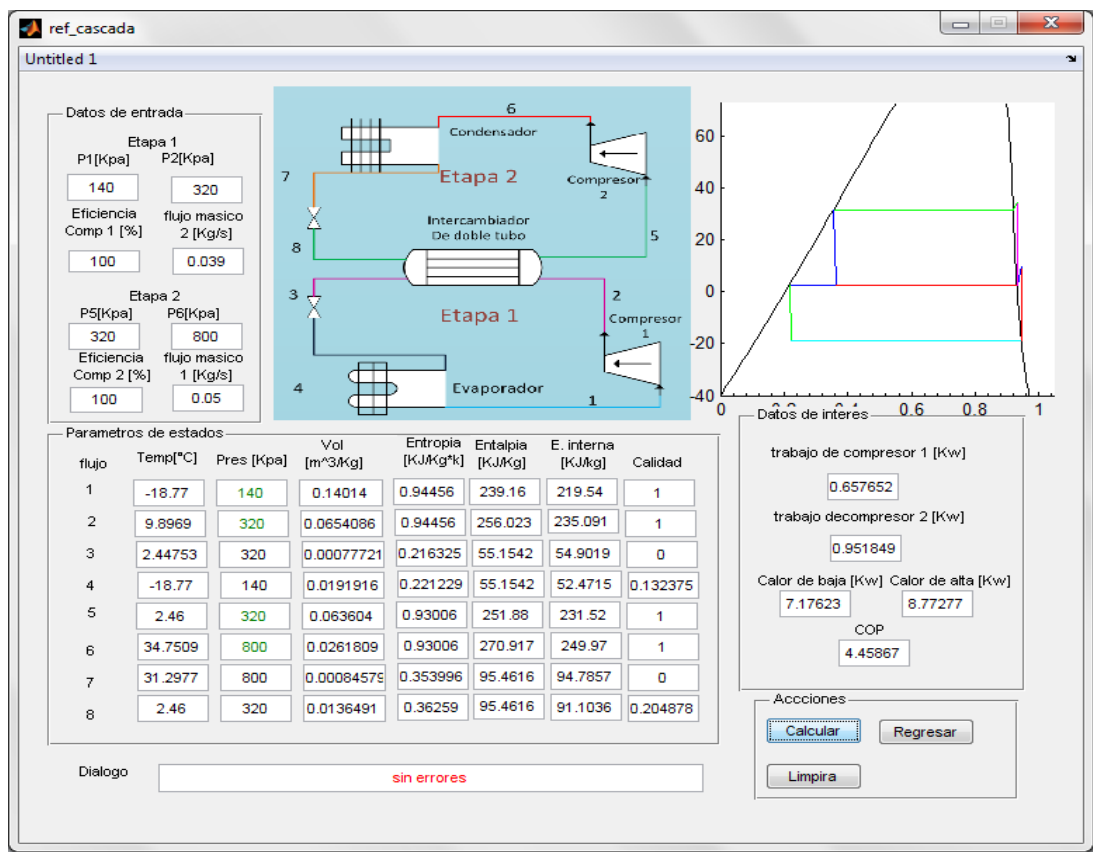

Figura 11. Ventana de resultados de un ciclo de refrigeración en cascada de dos
- En la figura 11 se aprecia la ventana de trabajo para el análisis de un ciclo de refrigeración en cascada, cabe mencionar que en la sección de datos requerido (Arriba a la derecha Figura 10), se indican los datos que necesita el programa para su normal funcionamiento; En cada una de estas casillas se procede a introducir cada uno de los datos dados por el ejercicio, teniendo mucho cuidado en las unidades que maneja el software y lo que representa cada casilla del mismo.